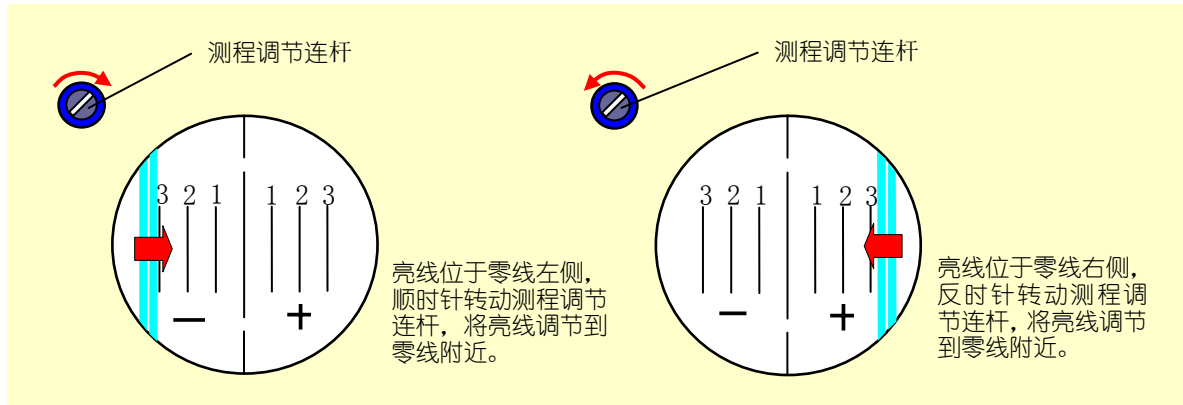

图 5-1 测程调节图解
- ◆ 当亮线位于零线左侧，顺时针转动测程调节连杆；（图 5-1 左）
- ◆ 当亮线位于零线右侧，反时针转动测程调节连杆。（图 5-1 右）